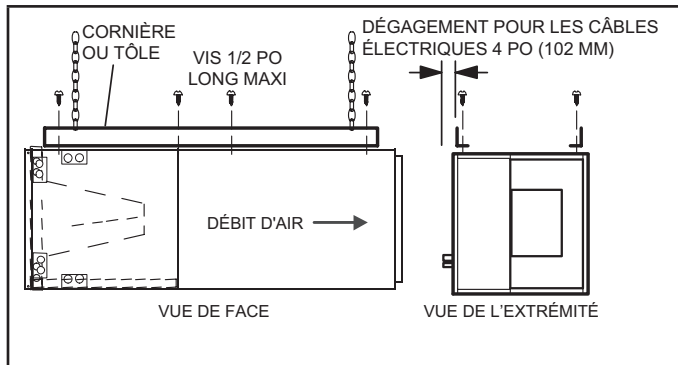

FIGURE 10. Suspension d'une unité horizontale
- 5 - Si l'unité est suspendue, elle doit être supportée sur toute sa longueur. Lorsqu'une chaîne ou une bande métallique est utilisée, fixez un morceau de cornière ou de tôle sur l'unité (au-dessus ou en dessous) de manière à ce que toute la longueur de l'unité soit supportée. Utilisez des vis de 1/2 po de long maximum de manière à ne pas endommager le serpentin ou le filtre. Voir la figure 10. Connectez les plenums d'alimentation et de retour d'air à l'aide de vis à tôle.
- 13 - Si l'unité est suspendue, elle doit être supportée sur toute sa longueur. Lorsqu'une chaîne ou une bande métallique est utilisée, fixer un morceau de cornière ou de tôle sur l'unité (au-dessus ou en dessous) de manière à ce que toute la longueur de l'unité soit supportée. Utilisez des vis de $\frac{1}{2}$ po de long maximum de manière à ne pas endommager le serpentín ou le filtre comme illustré à la figure 10. Connectez les plénums d'alimentation et de retour d'air à l'aide de vis à tôle.